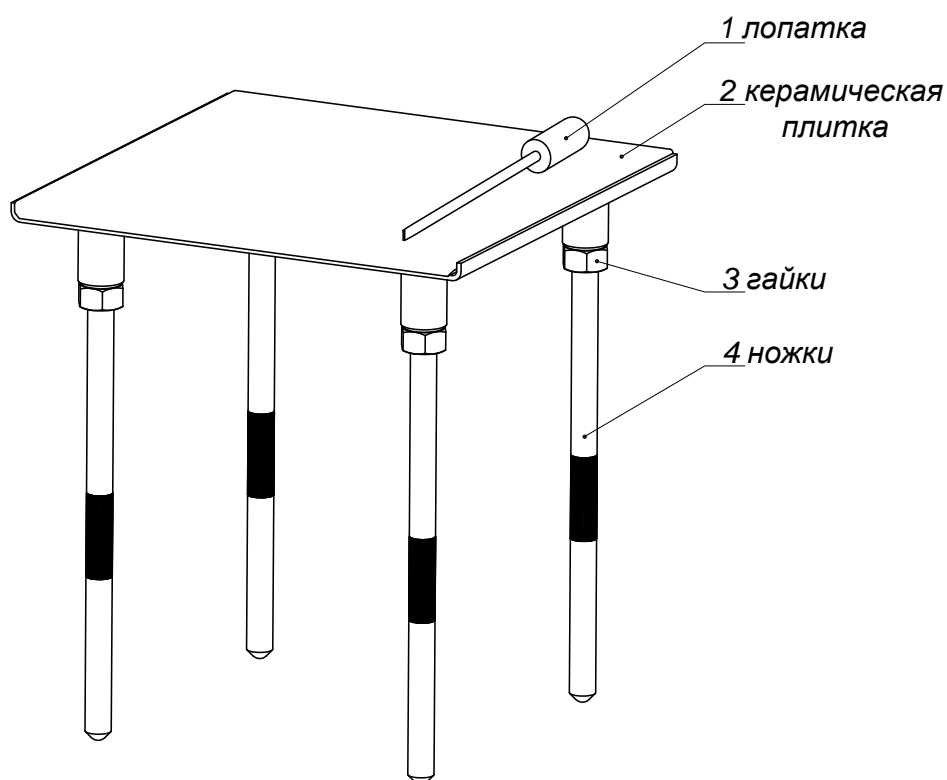

Рисунок 3 – Внешний вид стола
- 1.3.2.6 Столик для охлаждения битума (см. рисунок 3) с керамической плиткой 2 расположен на четырех ножках 4. Корректность установки контролируется стандартным уровнем. Для установки столика строго в горизонтальном положении необходимо отрегулировать высоту ножек, ввинчивая или отвинчивая их относительно соответствующих втулок стола. После регулировки горизонтальности стола необходимо зафиксировать ножки при помощи гаек 3. Для удобства проведения манипуляций над битумом предусмотрена лопатка 1.